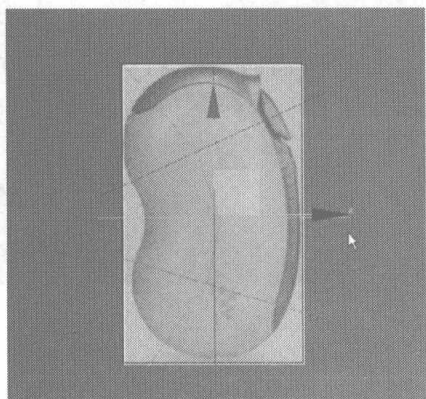
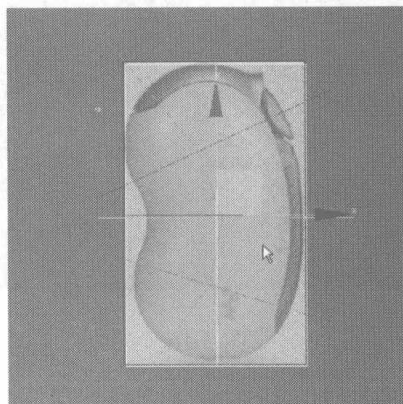

图 3.11
图 3.12
- 09** 在 Modify 控制面板中单击  按钮，切换为边界线编辑，在视图中框选 Box 的纵向曲线，单击右键，在弹出的快捷菜单中选择 Connect 命令，为选择的曲线中间添加一条细分线，如图 3.11 所示，同样为其横向中间添加一条细分线，如图 3.12 所示。